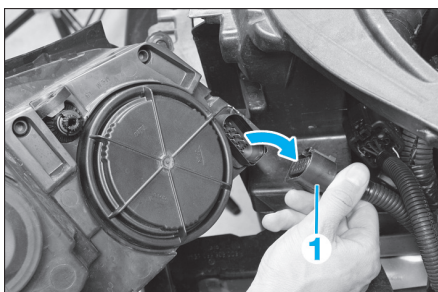

Fig. 9
- Débrancher le connecteur d'alimentation (1) (Fig.9).